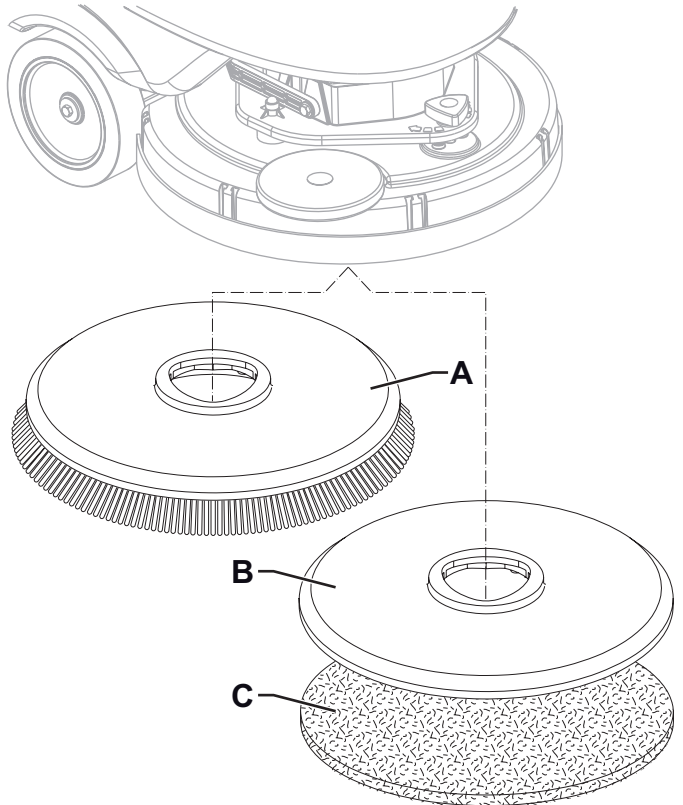

Figure 2
1. Sur la machine, et la brosse (A, Fig. 2) et le plateau support disque (B) avec disque (C) peuvent être installés, en fonction du traitement à effectuer sur le sol.
2. Insérer la clé opératrice (41) dans son logement du panneau de commande (3).
3. Porter à la vitesse d'avance au minimum en appuyant sur le bouton de tortue (46).
4. Positionner la brosse (A) ou le plateau support disque (B) sous la tête porte-brosses (26).
5. Appuyer sur le bouton (43) pour abaisser la tête sur la brosse.
6. Pour accrocher la brosse, appuyer le paddle (2), puis le relâcher. Si besoin est, répéter la procédure jusqu'à l'accrochage de la brosse.